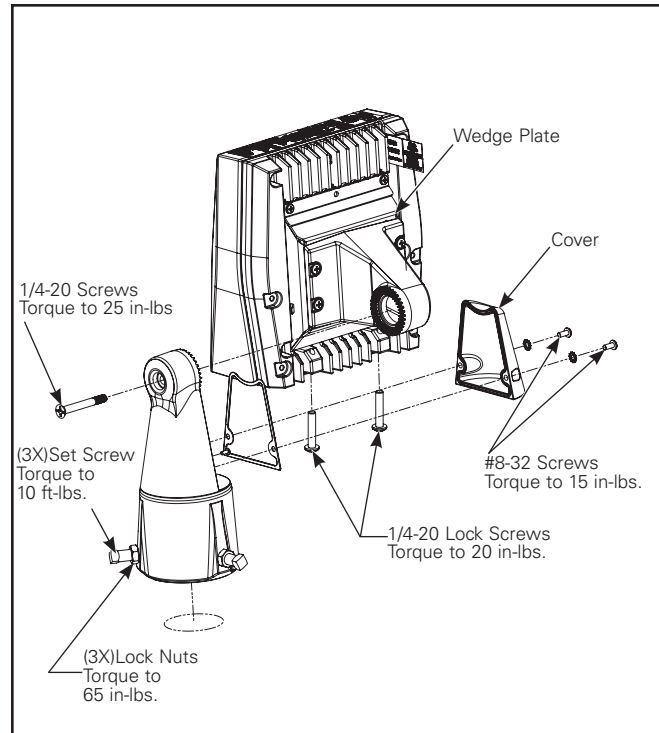

Figure 7. Axcent Small
3. Fixez l'ensemble du tourillon au luminaire et serrez les deux (2) vis Phillips 1/4-20 à un couple de 2,3 Nm (20 po-lb) (Figure 7). Assurez-vous que les fils d'alimentation électrique du luminaire ne sont pas coincés entre la plaque d'ancrage et le boîtier.